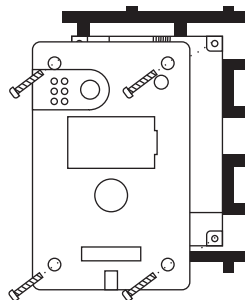

图 4
5. 接好二次确认机传输线，将二次确认机装入底座。最后用4颗螺丝将二次确认机固定在底壳上，见图4。